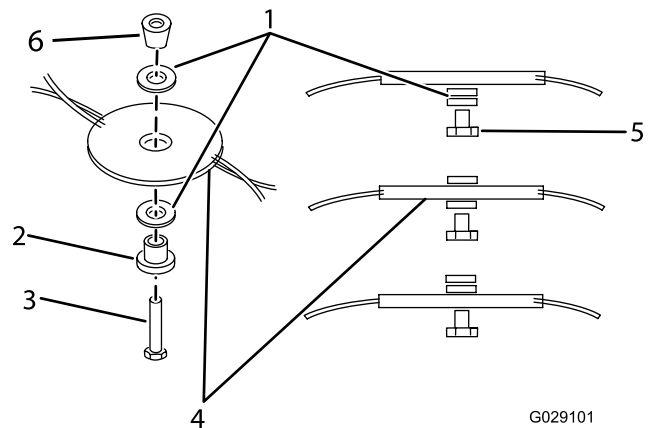

Bild 13
6. Versetzen Sie die Distanzstücke auf die gewünschte Höhe, und setzen Sie dann den Flexiblade-Schneidfaden wieder ein (**Bild 13**).